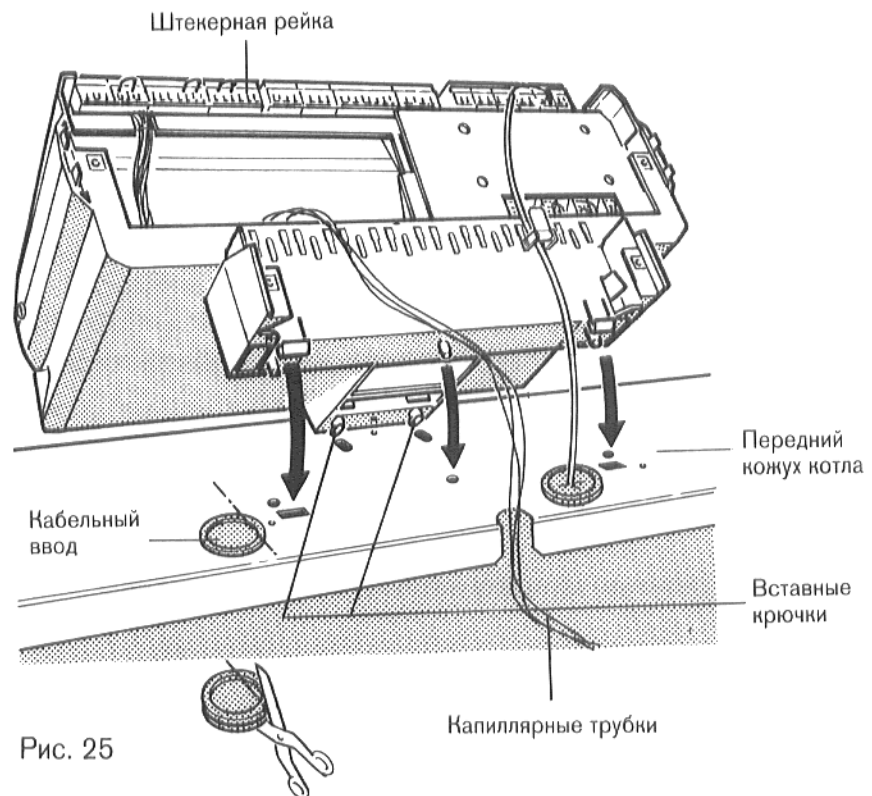
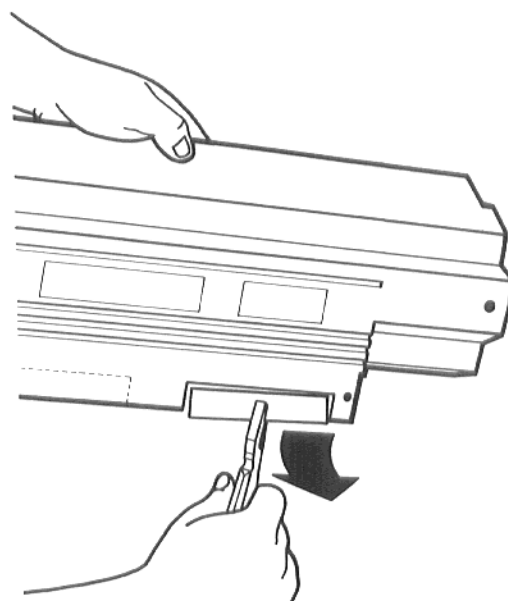

Рис. 25
Рис. 28
- Насадить регулятор на передний кожух котла так, чтобы вставные крючки (рис. 25) на нижней части регулятора вошли в овальные отверстия переднего кожуха котла.
- Тянуть регулятор в направлении вперед и давить его при этом вниз, до тех пор, пока эластичные крючки не войдут в задние четырехугольные отверстия переднего кожуха котла (рис. 25).
- Проложить капиллярные трубки датчиков температуры в отверстие в переднем кожухе котла (рис. 25).
Если не все присоединительные провода проходят через кабельный ввод в переднем кожухе котла (рис. 25), то необходимо выломать предусмотренные для этого места в задней стенке кабельного ввода (у HS 3220) и защитного кожуха зажимов (у HS 332..) (рис. 28). В этом случае присоединительные провода прокладываются сзади в регулятор.